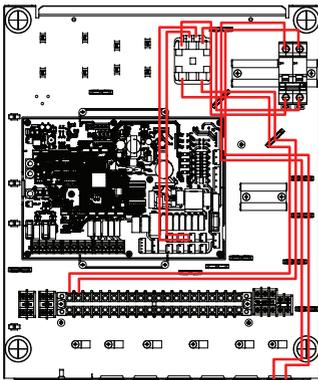

Abb. 2
- Schritt 3.** Montieren Sie den Brauchwasser-Bausatz an dem dafür vorgesehenen Raum in der Hydro-Einheit (Abb. 2)
- Schritt 5.** Verbinden Sie den Magnetschalter mit TB1. (Abb. 2/3)
- Schritt 6.** Verbinden Sie den Schutzschalter mit TB5. (Abb. 2/3)